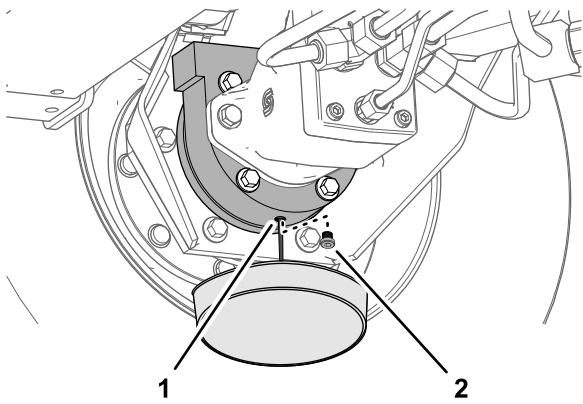

図 66
6. ブレーキハウジングの下に容器を置き、プラグを外してオイルを抜く 図 66。